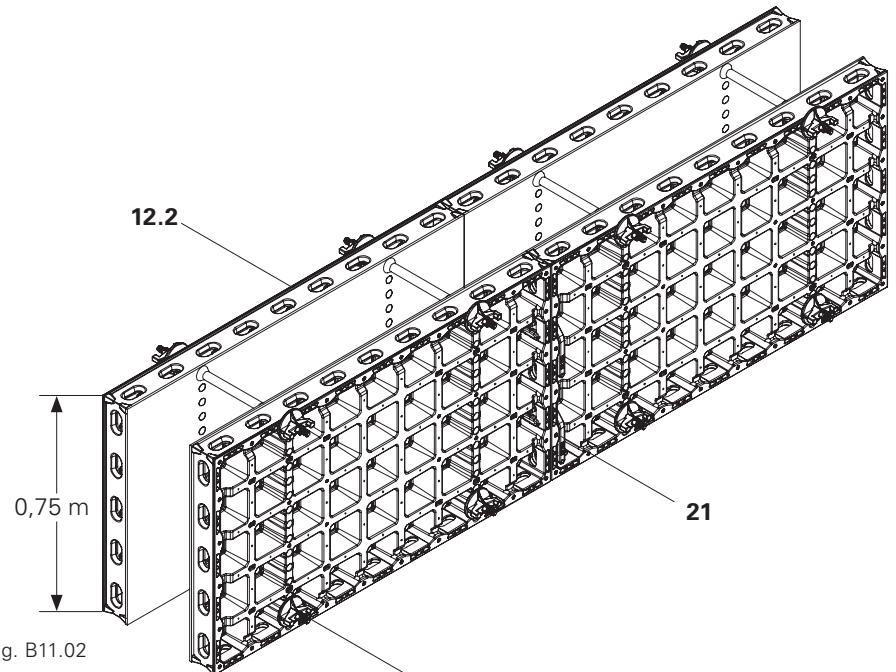

Fig. B11.02
L'écrou-disque DW 15 (54) peut être utilisé pour les fondations avec panneau DMP 75 (12.2) et panneau DMP 45. A cet effet, choisir le deuxième point d'ancrage en partant du bas pour que l'écrou-disque et le support ne se chevauchent pas. (Fig. B11.02 + B11.02a)